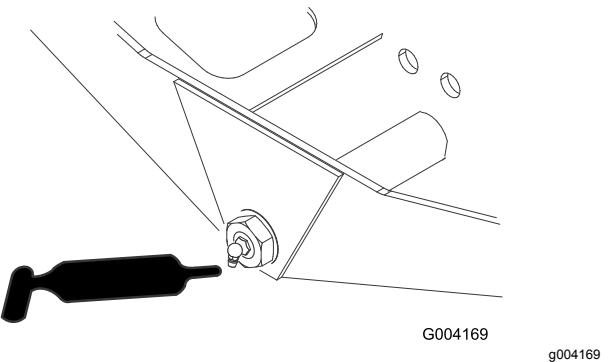

Bild 69
- Achsenlenkzapfen (1) (Bild 69)